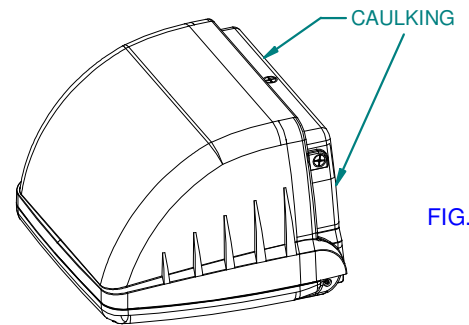

FIG. 8
- * Apply caulking sealant around the top and both sides of the housing. (Fig. 8)
- Appliquer du calfatage étanche autour le dessus et les côtés du boîtier. (Fig. 8)